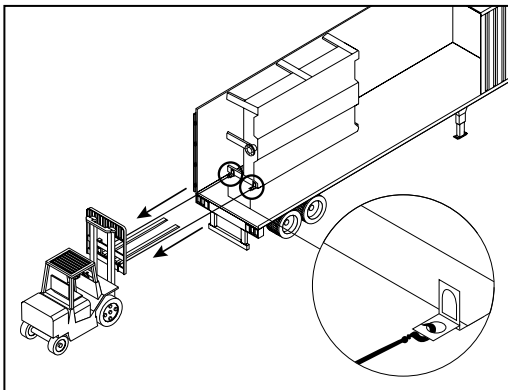

Figura AP-4: Sacando la cisterna con montacargas
- D. Algunos modelos tienen el cuerpo separado de la cisterna. La cisterna y el cuerpo están montados sobre patines metálicos como protección y para facilitar la descarga. Utilice un cable para jalar los patines y así colocar la cisterna en la orilla del contenedor, dejando la mitad de la cisterna dentro (ver Figura AP-4).